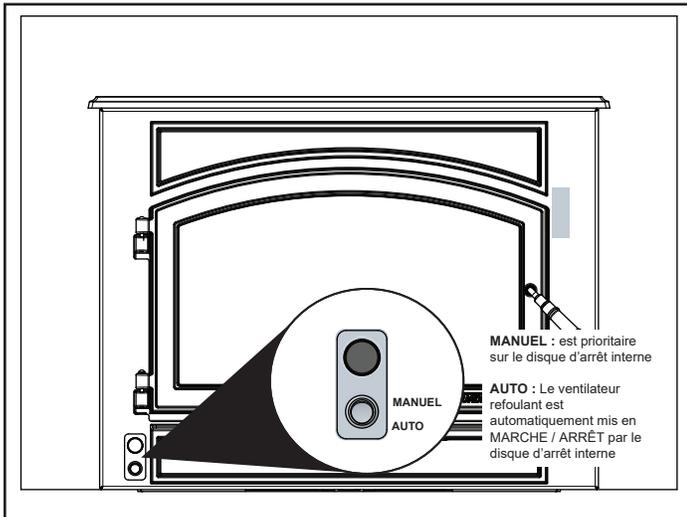

Figure 14.1
1. Le ventilateur se met en marche/arrêt automatiquement lorsque réglé sur AUTO (**Figure 14.1**).